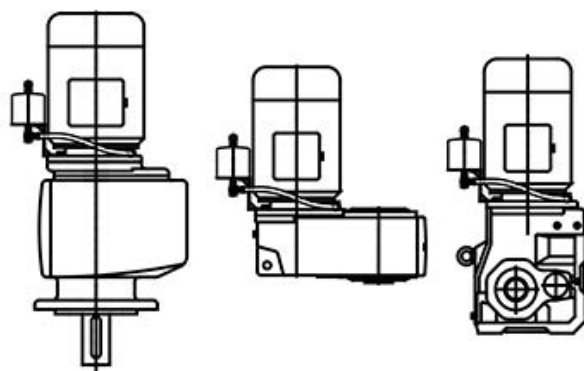

Bild 18: Oljeexpansionskärlets position
Oljeexpansionskärlet måste monteras lodrätt med anslutningsledningen nedåt och avluftningskruven uppåt. Behållaren ska monteras så högt upp som möjligt. Förslag på oljeexpansionskärlets placering finns i Bild 18. Observera att det inte är möjligt att montera ett oljeexpansionskärlet i position 2 på utförandet M4.
2. Montera oljeexpansionskärlet så som visas på Bild 18. Rikta samtidigt in det parallellt till motoraxeln.